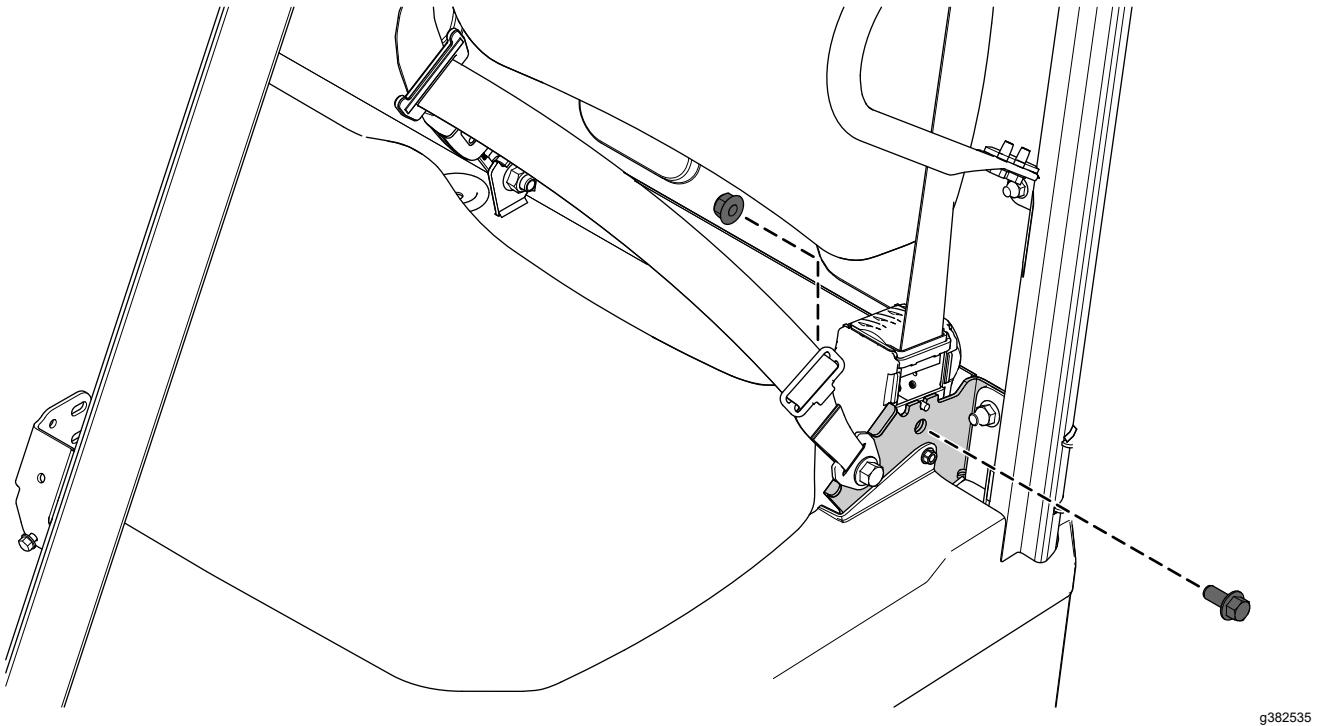

Figura 2
1. Retire el perno con arandela prensada (7/16" x 1") y la contratuerca (7/16") que fijan el retractor del cinturón de seguridad (Figura 2).